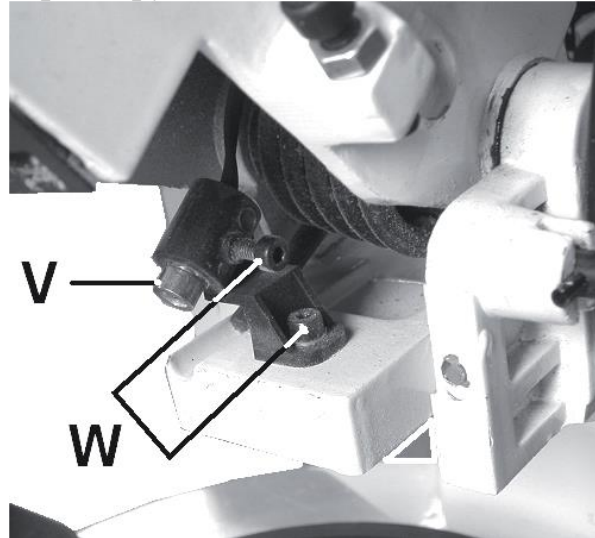

Рис. 5 Установка светового указателя
- Световой указатель (V, Рис. 5) необходимо установить таким образом, чтобы луч указывал на линию распила.
- Световой указатель фиксируется винтами (W, Рис. 5).